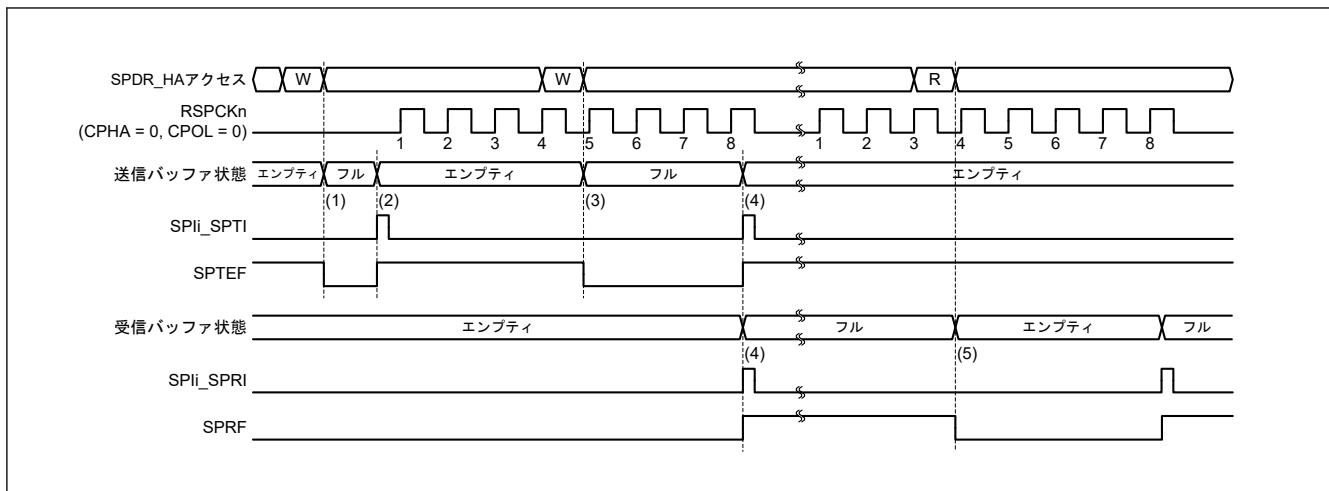
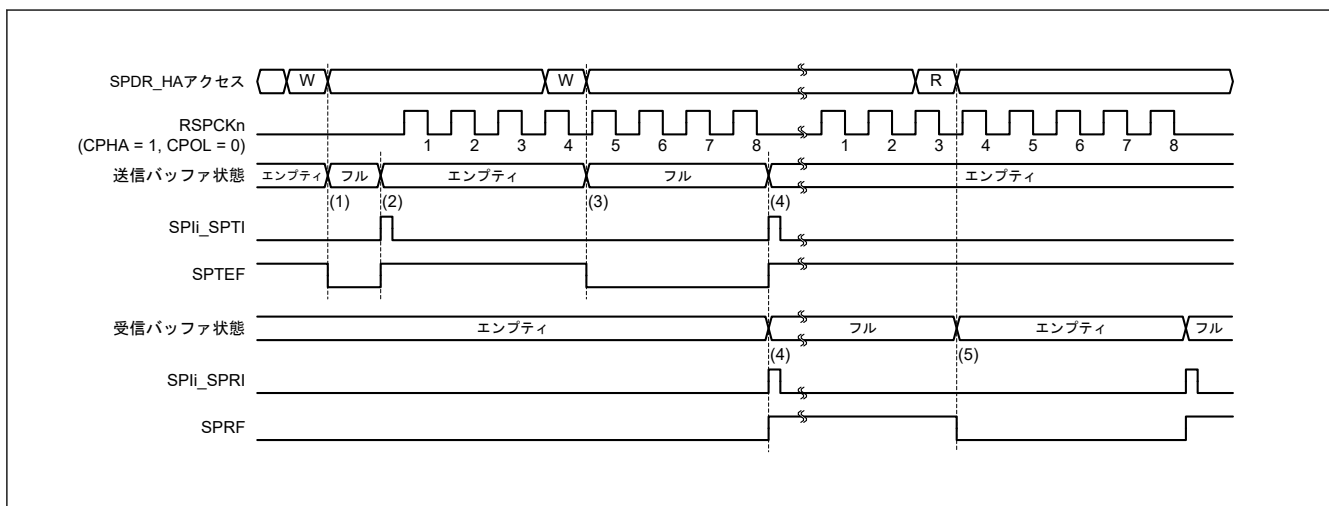

図 26.24 SPIi_SPTI、SPIi_SPRI 割り込みの動作例 (CPHA = 0、CPOL = 0)
図 26.25 SPIi_SPTI、SPIi_SPRI 割り込みの動作例 (CPHA = 1、CPOL = 0)
図 26.24 および 図 26.25 に、送信バッファエンプティ割り込み (SPi_i SPTI) と受信バッファフル割り込み (SPi_i SPRI) の動作例を示します。図 38.26 および 図 38.27 に記載した SPDR レジスタアクセスは、SPDR_HA レジスタへのアクセス状況を示しています。W は書き込みサイクル、R は読み出しサイクルを示しています。図 26.24 では、SPCR.TXMD ビットが 0、SPCMD0.CPHA ビットが 0、SPCMD0.CPOL ビットが 0 の設定で、SPI が 8 ビットのシリアル転送を実行しています。図 26.25 では、SPCR.TXMD ビットが 0、SPCMD0.CPHA ビットが 1、SPCMD0.CPOL ビットが 0 の設定で、SPI が 8 ビットのシリアル転送を実行しています。RSPCKn 波形の下に記載した数字は、RSPCK サイクル数 (= 転送ビット数) を示しています。
以下に、図 26.24 および 図 26.25 の (1)~(5) での SPI の動作内容を説明します。